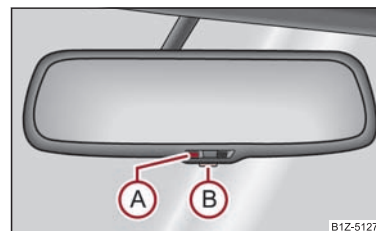

Fig. 53 Oglindea interioară cu reglare automată antiiorbire
- Apăsăți tasta (B) - lampa de control (A) se aprinde ⇒ fig. 53.